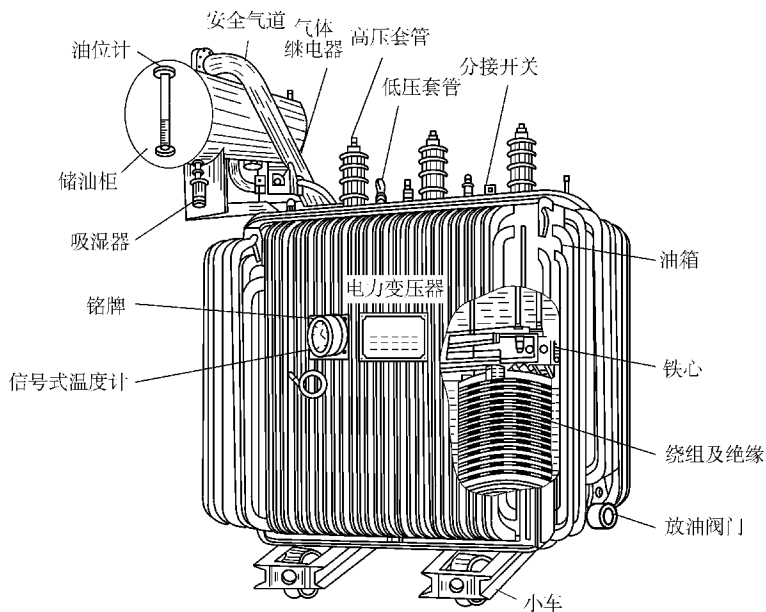

图 2-14 电力变压器的结构
① 铁心多采用导磁性能很好的硅钢片叠成，片厚一般只有 0.35~0.5mm，并且两面涂漆，以减少损耗。铁心的主要作用是导磁。
② 绕组，一个变压器内有一次绕组和二次绕组，都是由绝缘铜线或铝线绕成的多层线圈，用来套在铁心上。线圈主要用于磁电转换。
③ 油箱是变压器的外壳，内装铁心、线圈和变压器油。使铁心与线圈浸在变压器油内，起散热的作用。
④ 储油柜就是储油器，当变压器运行时，温度升高油膨胀，油箱内的油流入储油柜；当温度下降油收缩时，储油柜里的油又流入油箱中，这样就保证了油箱中的油始终是满的。储油柜起着储油和补油的作用。
⑤ 绝缘套管是一次绕组和二次绕组引出到油箱外部的绝缘装置，同时起着对地绝缘的作用。
⑥ 分接开关是调整电压比的装置。为了使二次电压符合用户要求，在一次绕组末端相应留有 3~5 个抽头，并将这些抽头分别接到一个开关上，这个开关就叫分接开关。分接开关一般可以调整的范围是额定电压的 $\pm 5\%$ 。注意，分接调节时必须切除电源。电力变压器的结构如图 2-14 所示。
(2) 变压器的变换电压原理